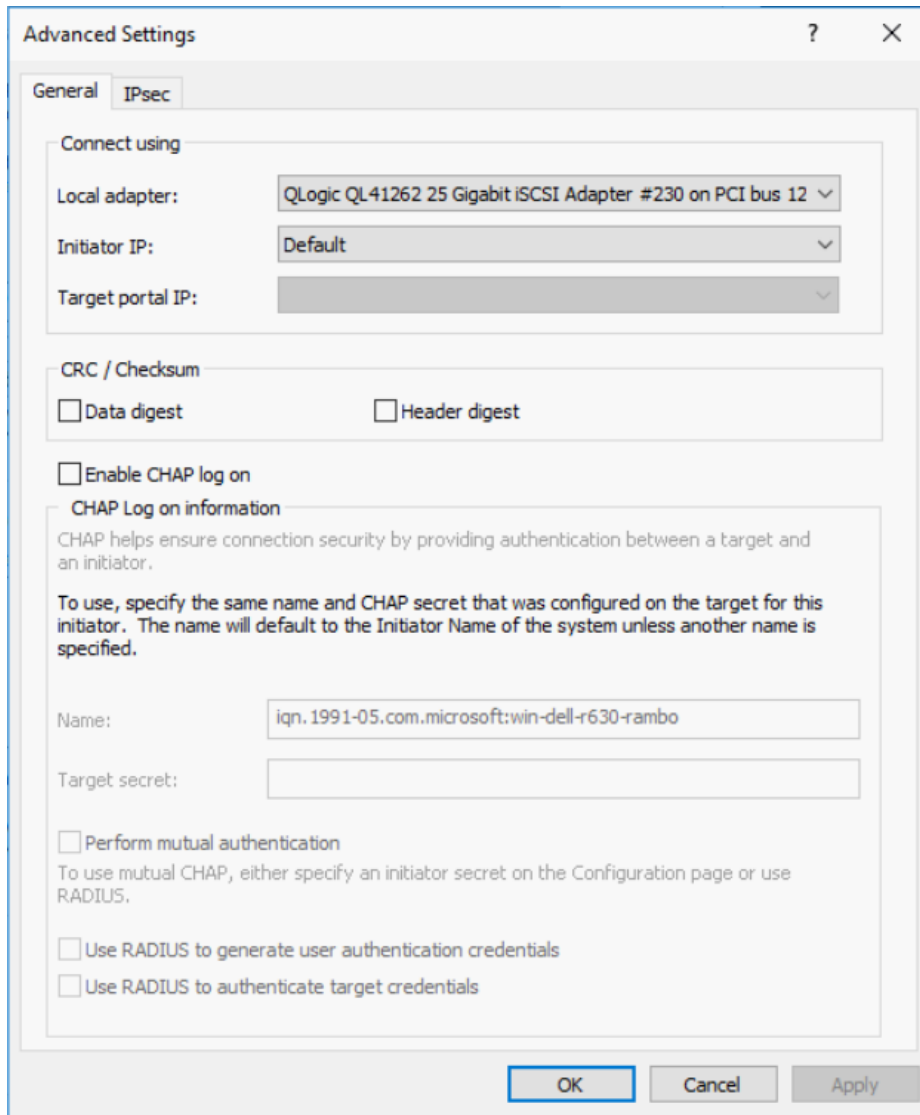

Figure 9-21. Sélection de l'adresse IP de l'initiateur
6. Dans la boîte de dialogue Paramètres avancés (Figure 9-21), procédez ainsi sous **Connexion à l'aide de** :